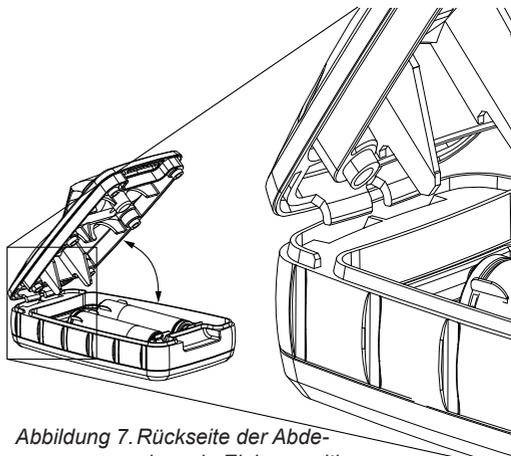

Abbildung 7. Rückseite der Abdeckung in Einbauposition
2. Entfernen Sie vorsichtig die Abdeckung, indem Sie sie am vorderen Ende anheben (siehe Abb. 7).